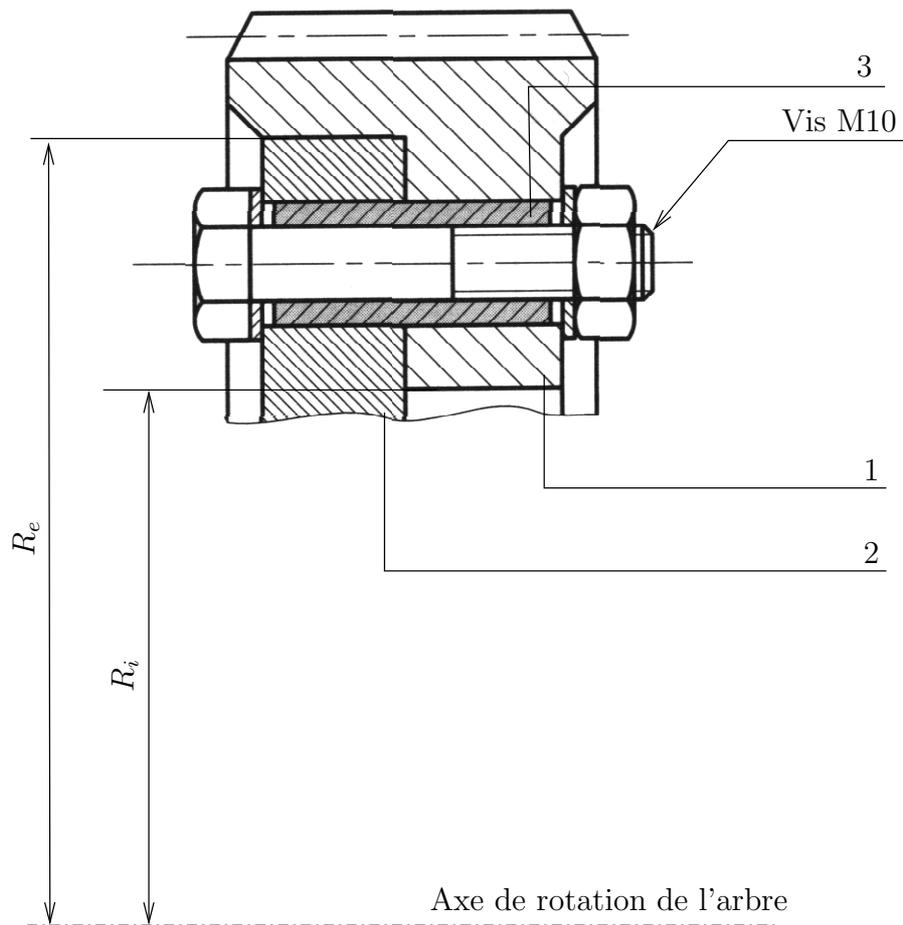

FIG. 1 – Vue partielle (réalisée à l'échelle 1 :1) du montage d'une roue dentée (1) sur un arbre non représenté fixé à (2).
Sur la FIG. 1, la pièce (2) est reliée à un arbre dont la position de l'axe de rotation est précisée sur la figure.